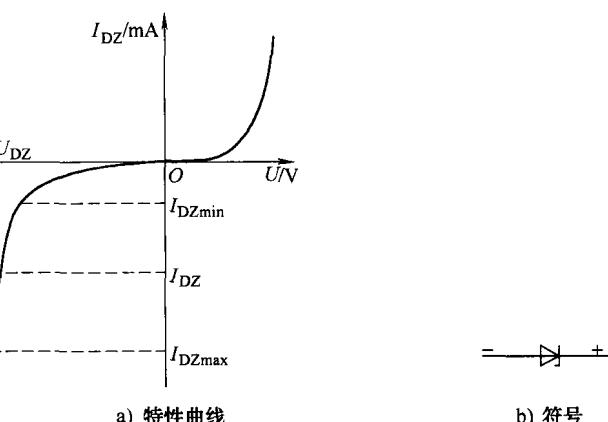

图 1-5 稳压二极管的伏安特性曲线及符号
1) 稳压管的伏安特性。稳压二极管的伏安特性曲线及符号如图 1-5 所示。从特性曲线